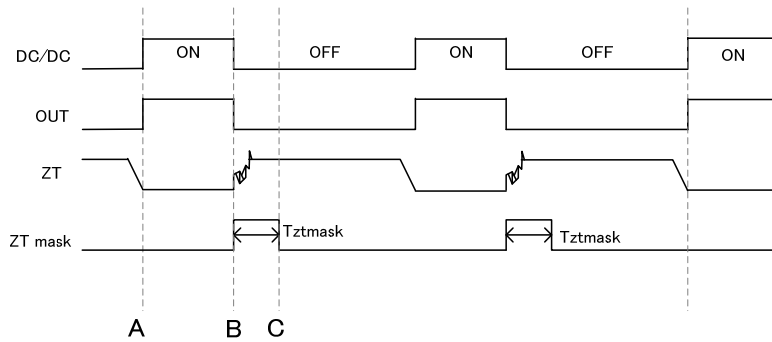

Figure-21 ZT トリガマスク機能
**(4-6) ZTトリガマスク機能 (Figure-21)**